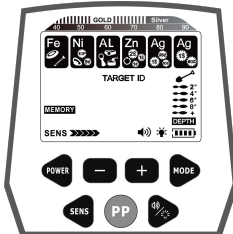

Fig.11
- Appuyez à nouveau sur le bouton MODE, et le curseur MEMOIRE s'allume. Le curseur de discrimination de la cible est également allumé. (Voir Fig.11)
- e. Si vous souhaitez rechercher d'autres matériaux métalliques, appuyez à nouveau sur le bouton "MODE". Le curseur MEMOIRE reste allumé et affiche toujours la même chose que sur la figure 11. Répétez ensuite l'opération ci-dessus.
- f. Pour quitter le mode Mémoire, appuyez sur le bouton MODE, ce qui ramène le détecteur à l'état de la figure 11. Appuyez ensuite à nouveau sur le bouton MODE pour quitter le mode Mémoire et passer au mode de fonctionnement suivant.